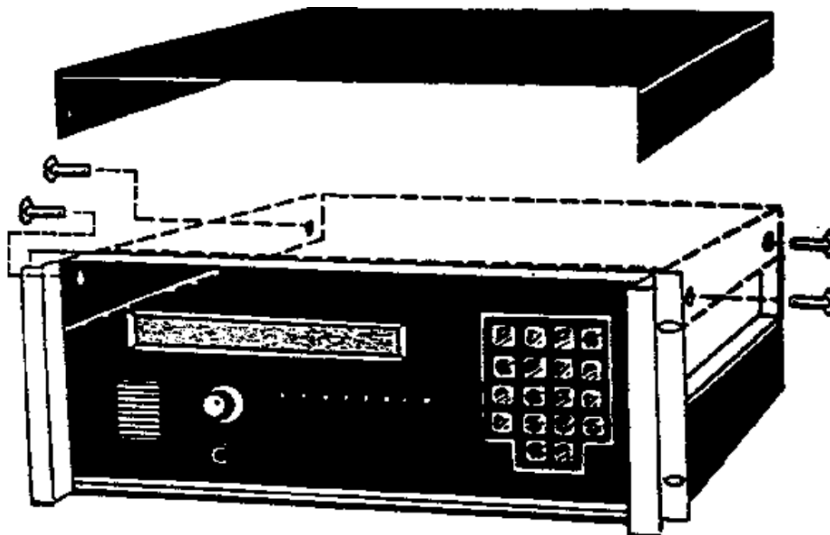

FIGURA 1-3
- Rimuovere le quattro viti di montaggio che chiudono il coperchio superiore, posizionate sui lati sinistro e destro dell'unità. Sollevare il coperchio e rimuoverlo. Per evitare di perdere le viti riavvitarle parzialmente nei fori da cui sono state rimosse. Cfr. Figura 1-3.